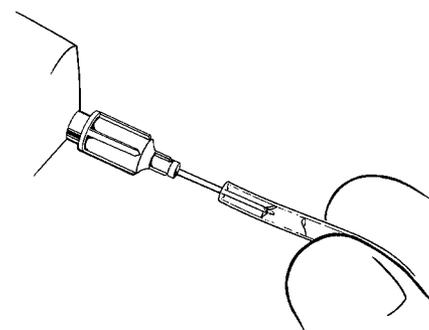

Figura 4-22. Irrigazione dei tubi
3. Usare un ago smusso calibro 22 per irrigare le estremità del tubo (Figura 4-22) con soluzione fisiologica normale per rimuovere particolato e aria prima di procedere alla connessione.